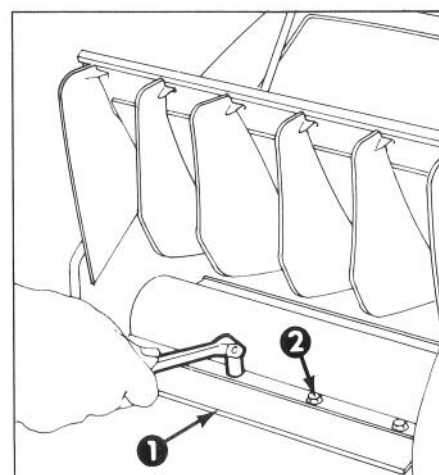

Figure 10
1. Enlevez les vis de montage de la palette avec une douille ou une clé ouverte de 5/16 pouce (Fig. 10).